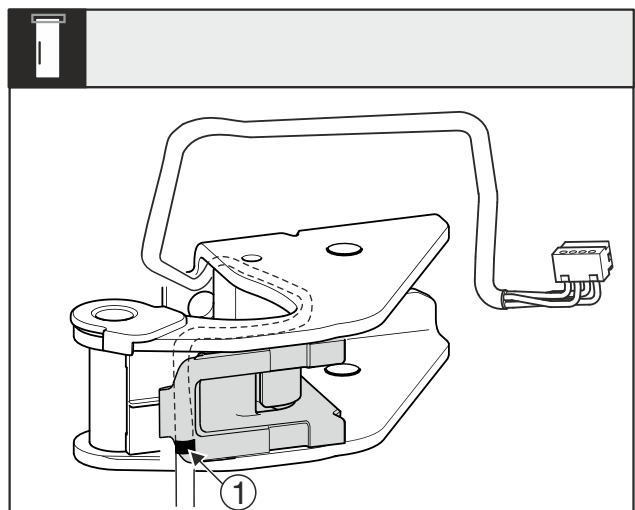

Fig. 29
- ▶ Mittlere Markierung Fig. 29 (1) muss dabei auf der Kante der Kabelhalterung liegen.